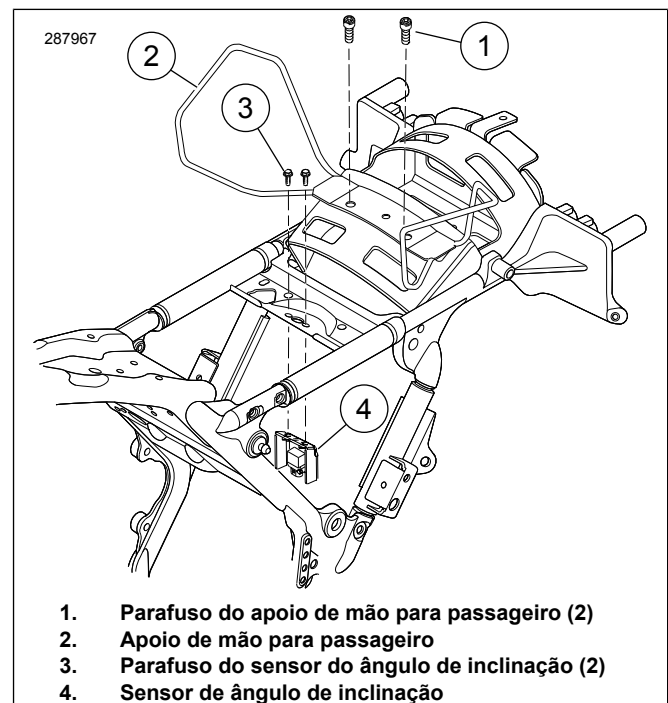

Figura 1. Remover os Parafusos do Sensor do Ângulo de Inclinação
5. **Se o motociclo estiver equipado com um apoio de mão para passageiro:** Ver Figura 1. Remova os parafusos do apoio de mão para passageiro (1) e descarte-os.
7. **Modelos de 2009-2018:** Remova os parafusos (3) que fixam o suporte (4) BAS .